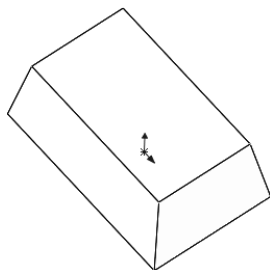

图 6-57 创建的拔模特征
- 06 单击属性管理器中的“应用”按钮，再单击属性管理器中的确定按钮，即完成拔模特征的创建，如图 6-57 所示。